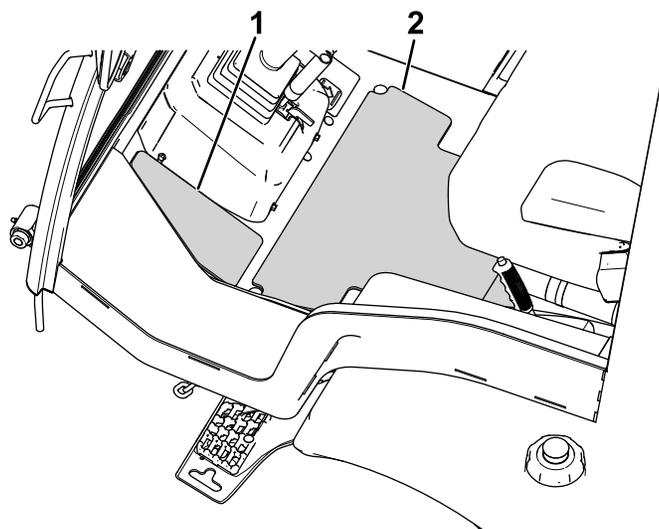

Figura 11
2. Rimuovete la pellicola di protezione e montate i cuscinetti centrali e angolari del pavimento sul pavimento della pedana (Figura 11).